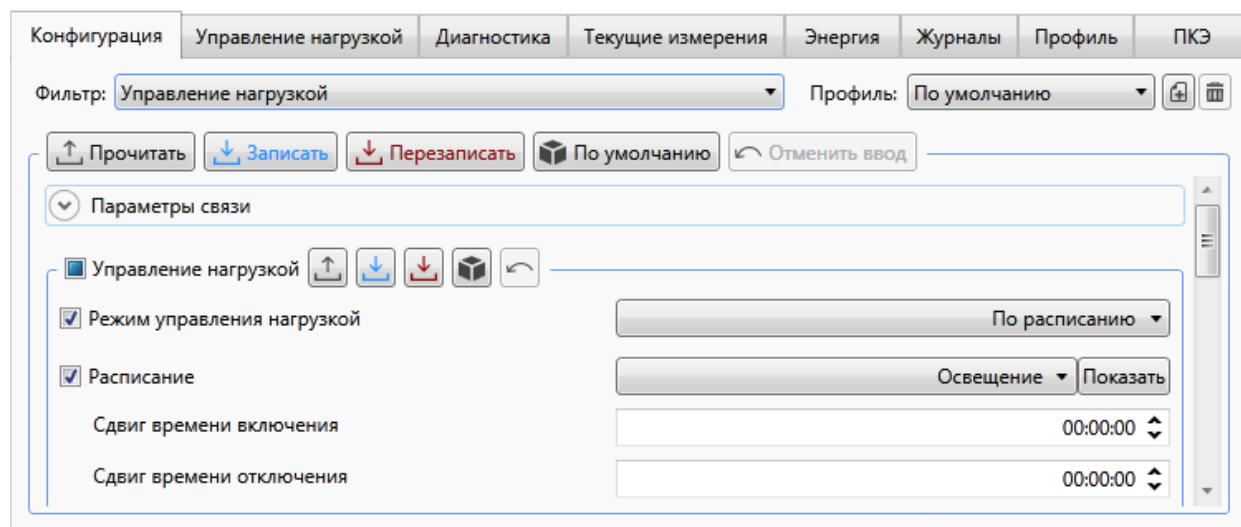

Рисунок 9.32 – Настройка управления нагрузкой в режиме *По расписанию*
9.5.15.11 В режиме управления нагрузкой *По расписанию* (рисунок 9.32) счетчик управляет нагрузкой согласно загруженному годовому расписанию (9.5.16).